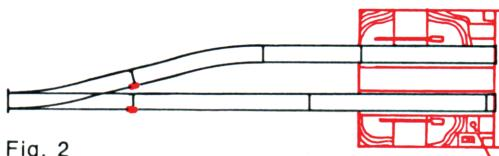
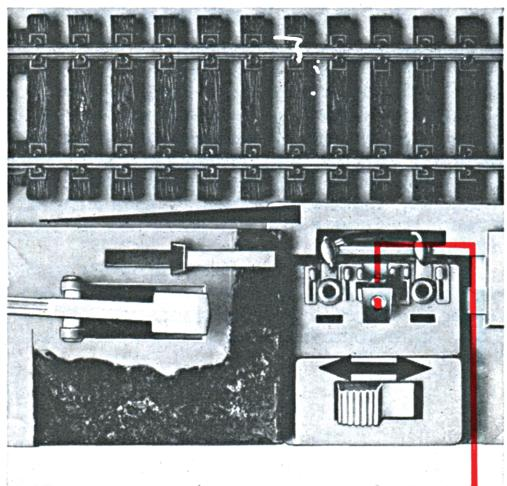

Fig. 2
Fig. 6
- Montare il circuito ponendo i giunti isolanti ad almeno 4 tratti di binario prima e dopo il semaforo come esempio (Fig. 2).
Effettuare, con il cavo contenuto nella confezione, il collegamento segnato in Fig. 2 tra il binario di presa di corrente 3030/C (Fig. 5) ed il morsetto della base (Fig. 6).
Per regolare il funzionamento delle barre del passaggio a livello in base al peso del convoglio agire sulla vicina leva di comando «A» (Fig. 6).
- See Fig. 2 for the correct placement of insulating points, (allow at least 4 lengths of track either side of the signal).
With the cable provided make the connection as shown in Fig. 2 between the track and connecting terminal 3030/C (Fig. 5) and the connecting terminal on the base (Fig. 6).
**OPERATION** When the signal is at red the train will stop in its own stretch of track leaving the parallel track clear (Fig. 7). Operation of the small lever on the base reverses the running order. Lever «A» (Fig. 6) operates the level crossing barriers.
- Die Plastikisolierverbindungsstücke bitte mindestens 4 Gleisstrecken vor und nach dem Signal montieren, wie Z.B. in Abbildung 2 dargestellt.
Das beiliegende Kabel. Laut Abbildung 2 zwischen dem Anschlussgleis Nr. 3030/C (siehe Abbildung 5) und der Klemme an der Grundfläche des kombinierten Bahnübergangs mit Signalbrücke verbinden.
Da die Funktion der Schranken vom Gewicht der entsprechenden Lokomotive bzw. Der Wagen abhängig ist. Kann man mittels des führungshebels «A» die Funktion regulieren (siehe Abbildung 6).
Effectuer, avec le fil contenu dans la boîte, le branchement indiqué à la fig. 2, entre le rail de prise de courant 3030/C - fig. 5 et la borne de la base (fig. 6).
Pour régler le fonctionnement des barres du passage à niveau vers le bas au passage du convoi, actionner sur le levier voisin de commande «A» fig. 6.